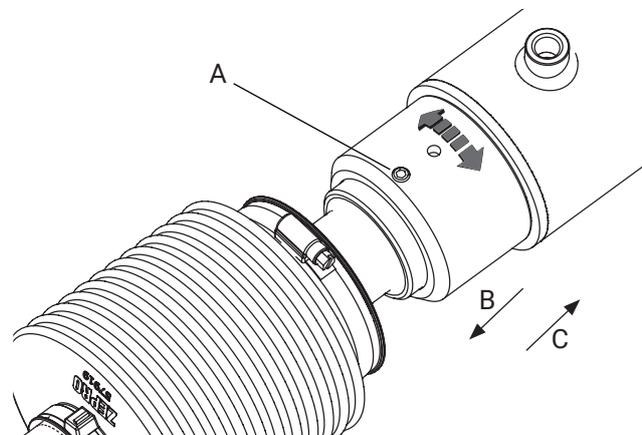

Figura 32. Tope y su tornillo de bloqueo
7. En el cilindro de basculamiento montado en el puente, aflojar el tornillo de bloqueo (A). Enroscar el tope totalmente hacia atrás (B), hacia el puente de elevación. Véase Figura 32.
9. Ajustar el tope por completo hacia la culata del cilindro (C). Figura 32.
10. Fijar el ajuste con el tornillo de bloqueo (A). Véase Figura 32. **Par de apriete: 3-5 Nm**
11. Aflojar el tornillo de bloqueo (A) del segundo cilindro de basculamiento.
12. Girar la llave de ajuste de modo que el cilindro de basculamiento coincida con la sujeción del puente de elevación y fijar después el ajuste con el tornillo de bloqueo (A).